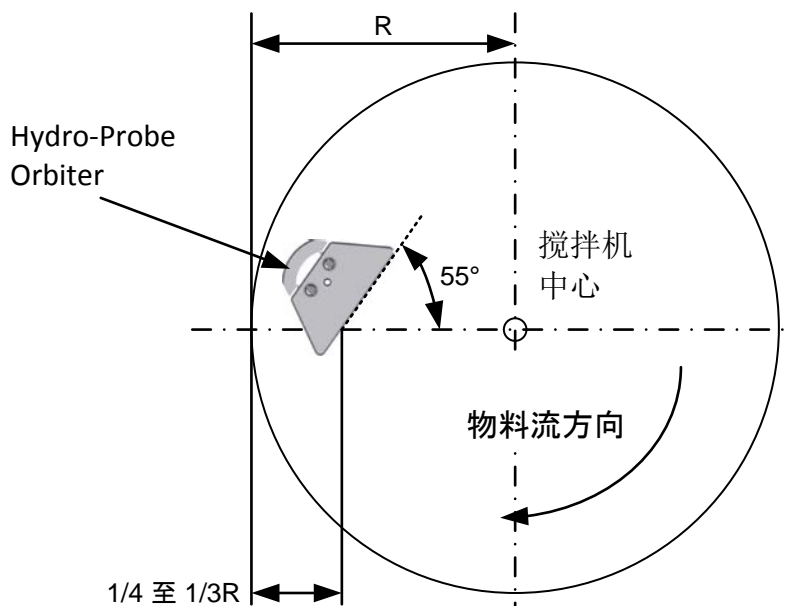
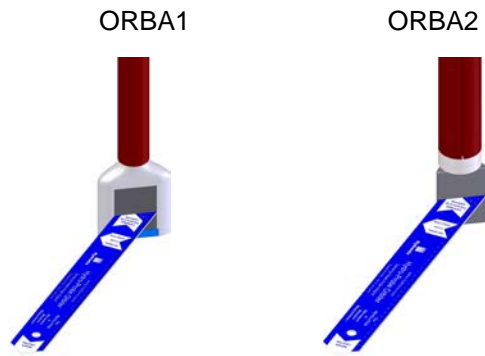

图 15: 设置传感器角度以获得最佳性能
图 16: 用于传感器表面对齐的 Hydronix 角度调整器
- 传感器应沿着刮刀叶片臂安装在从搅拌机壁向内约 1/4 至 1/3 距离处（请参见图 15）。选择物料流最顺畅的位置，并尽可能远离搅拌机叶片产生的扰动。传感臂的陶瓷面板应与搅拌机中心呈  $55^\circ$  角，这可以使用所提供的调整器进行设置（有关更多信息，请参见图 16）。
感应头应放置在物料流最顺畅的位置。这通常是搅拌机壁外缘向内四分之一或三分之一距离处。（图 15）。
- 55° 角一般可以提供很好的结果。可以使用所提供的角度调整器设置角度（图 16）。